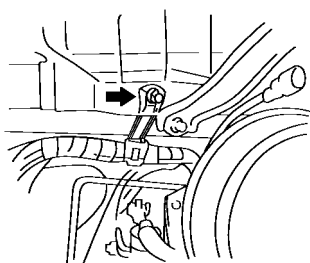

图 15-31 从电气配线卡夹拆下螺栓
(7) 拆下电气配线卡夹的安装螺栓。从电气配线卡夹拆下螺栓，如图 15-31 所示。